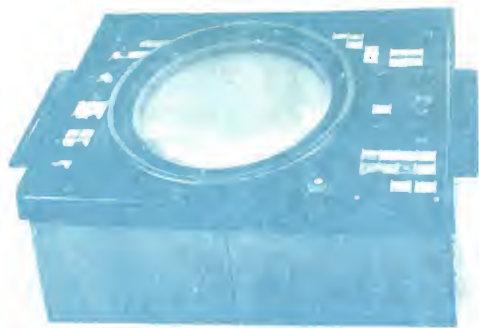

Fig. 1 - Pannello di controllo del Predictor.
**I**n Gran Bretagna è stato costruito dalla Marconi un sistema radar marino automatico il quale offre al navigante il vantaggio dell'indicazione istantanea della sua posizione, mostrando anche in anticipo la situazione che si verrà a creare se lo stesso navigante altera la rotta e la velocità della sua nave in relazione con un certo numero di bersagli. Questa straordinaria realizzazione, denominata "Predictor Radar (fig. 1), eliminerà, come è previsto, i fattori umani che possono dar origine alle cosiddette "collisioni assistite dal radar".